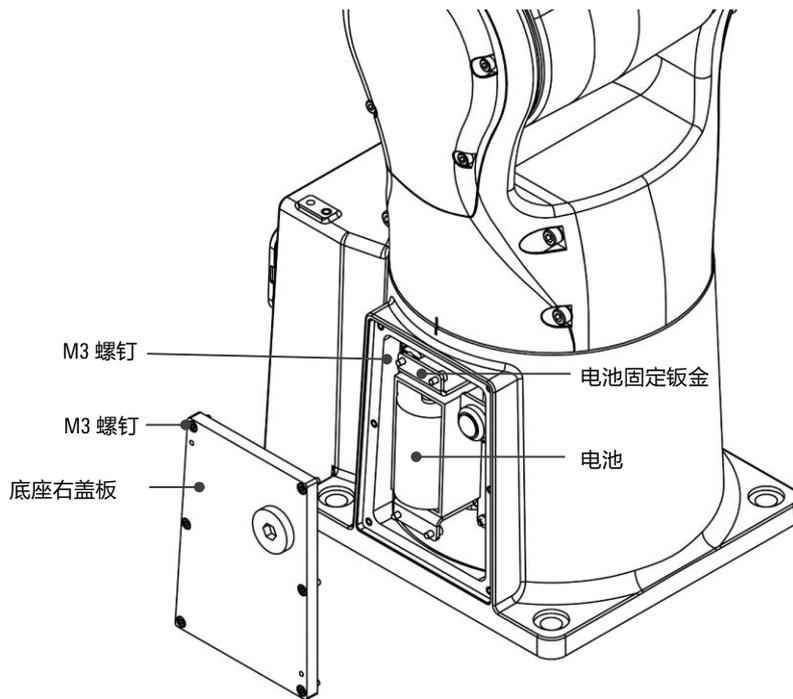

图 10-4 更换电池
- 步骤3.** 拆除底座右盖板，如上图 10-4 所示。
- 步骤4.** 拆除电池固定钣金，如上图 10-4 所示。